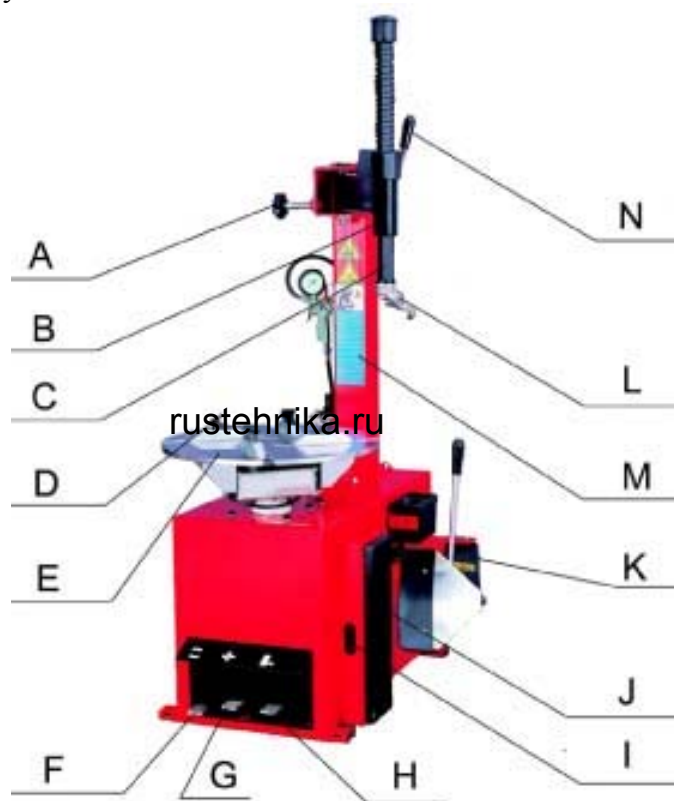

Рис.2
1) Подключите стенд к источникам электропитания и подачи воздуха и подождите какое-то время, чтобы давление сжатого воздуха достигло значения 8 Bar. 2) Нажмите педаль вращения стола (3, рис.2). Монтажный стол должен вращаться по часовой стрелке. Поднимите педаль. Стол должен вращаться против часовой стрелки. 3) Нажмите педаль отжима покрывки (1, рис.2) до срабатывания лопаты отжима. При отпускании педали она должна вернуться в исходное положение. 4) Нажмите педаль зажима кулачков (2, рис.2) для разведения кулачков. При повторном нажатии на педаль кулачки сходятся.
3) Установите колесо на монтажном столе, проделайте следующее (в зависимости от размера колеса): Обод от 10" до 18": Поместите четыре кулачка (5, рис.2) в положение, отмеченное маркировкой на столике, выжимая до половины вниз педаль зажима (2, рис.2). Установите колесо на кулачки и, прижимая обод колеса, выжмите педаль захвата до упора. Убедитесь, что колесо прочно удерживается кулачками.
5) Опустите штангу (7, рис.2), пока монтажная головка (6, рис.2) не окажется рядом с ободом над колесом. При помощи блокировки зафиксируйте положение штанги.
7) Поднимите закраину покрышки на носик монтажной головки. Для этого вставьте монтажную лопатку между закраиной шины и носиком монтажной головки, затем приподнимите педаль вращения стола (3, рис.2).
- 9) Удерживая монтажную лопатку (14, рис.2) в нужном положении, вращайте стол по часовой стрелке, полностью выжав педаль вращения стола. Продолжайте, пока шина полностью не отделится от обода.
- 3) Зафиксируйте обод колеса при помощи внутренних частей кулачков (5, рис.2).
- 4) ПРИМЕЧАНИЕ: если вы работаете с ободами одного и того же размера, нет необходимости постоянно фиксировать и освобождать штангу. Вместо этого сдвиньте в сторону плечо (8, рис.2) с зафиксированной штангой (7, рис.2).